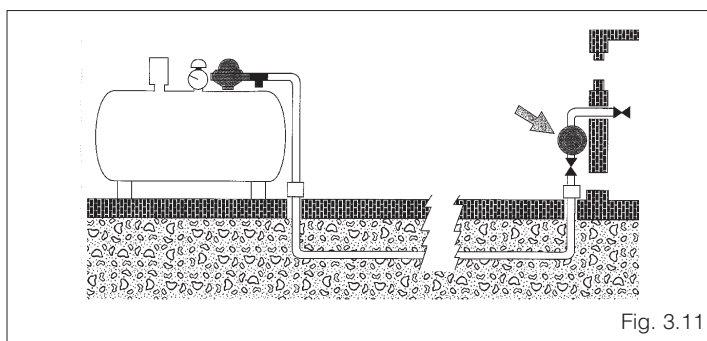

Fig. 3.11
- Accionar el regulador de presión de la alimentación GLP para leer los valores en el manómetro (fig. 3.11):